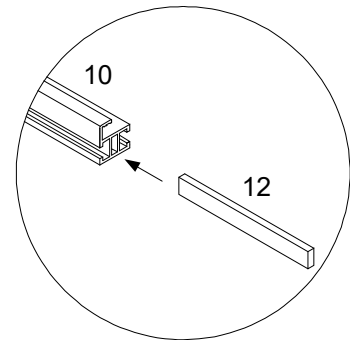

Abb. 8
7. Fixieren Sie nun das Befestigungsprofil (10) oben in gleicher Weise mit Hilfe der Spannklemmen (7), den Torband-Schrauben M8 (9) und Sperrzahnmuttern (8) an der Montageschiene (5).
8. Kontrollieren Sie den festen Sitz aller Spannklemmen (7) und Schrauben (3, 9).
9. Im Fall, dass mehrere Befestigungsprofile (10) miteinander zu verbinden sind, wird das Verbindungsteil (12) in die entsprechende Führung des Profils eingeschoben (Abb. 8).